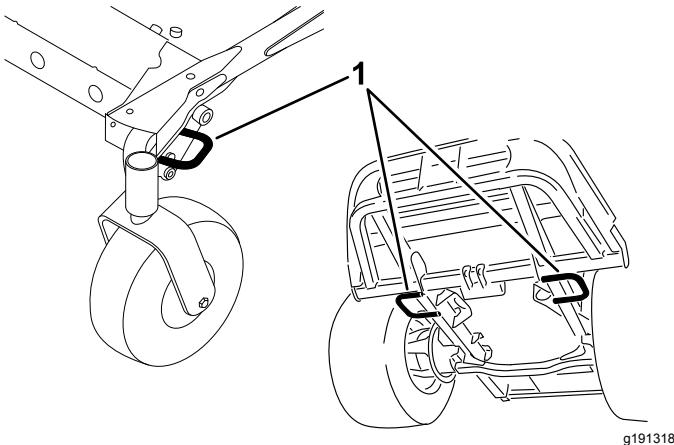

Figura 54
5. Utilice los puntos de amarre de la máquina para sujetarla firmemente al remolque o al camión con correas, cadenas, cables o cuerdas (Figura 54).